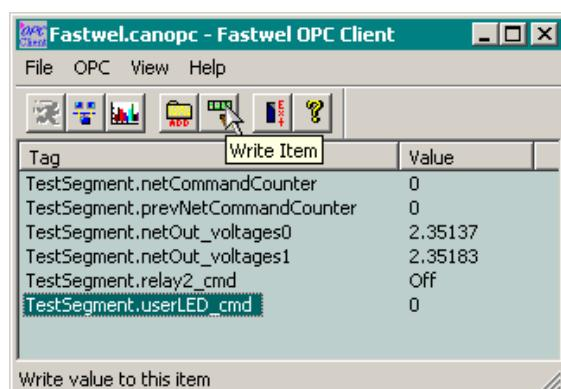

Рис. 67. Главное окно тестового OPC-клиента после соединения с тегами Fastwel CAN OPC Server
- Выполните команду **OPC-Add Item** в главном меню клиента OPC последовательно для всех только что созданных тегов OPC-сервера, в результате чего главное окно клиента будет выглядеть, как показано на рис. 67.